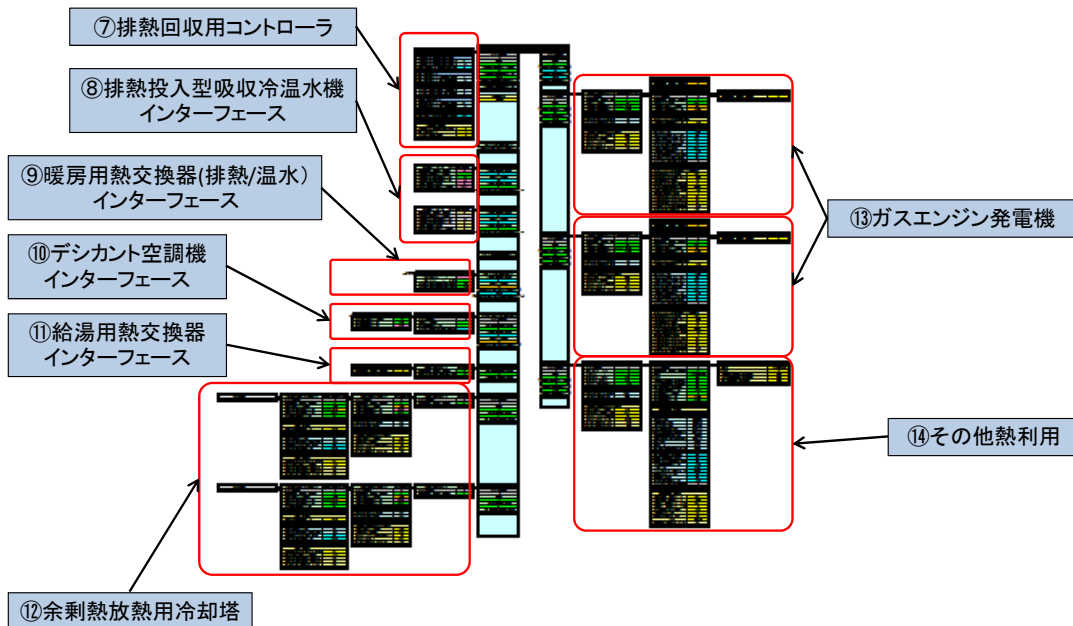

図 6.9 構築シートの全体構成
(2)-1 排熱投入型吸収冷温水機サブシステムの構築(図 6.9 の①、⑧)